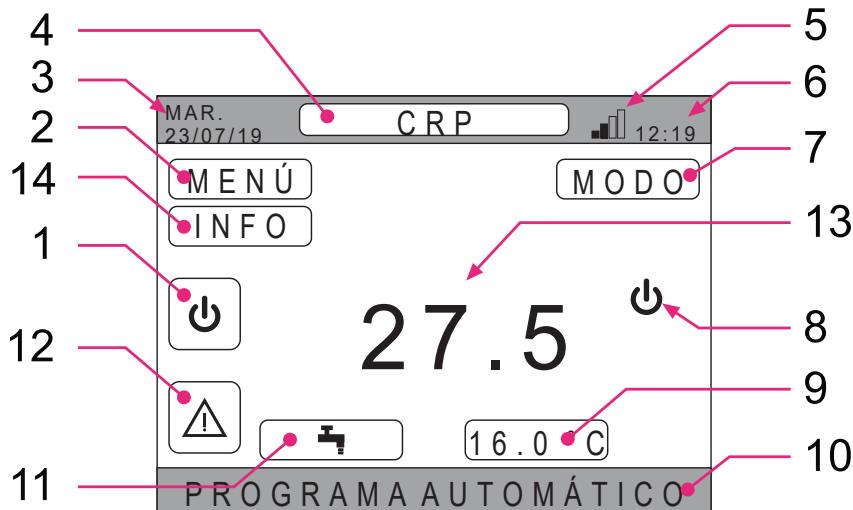

fig. 21 - Pantalla principal
Pulsando la tecla ✓ en el área activa “Sistema” (ref. 1 - fig. 21), se accede al menú desde el cual se puede modificar el estado de funcionamiento del sistema y activar o desactivar la función “Producción de agua caliente sanitaria” (menú ACS).
Pulsando la tecla ✓ en el área activa “MENÚ” (ref. 2 - fig. 21), es posible visualizar información del sistema y modificar algunos ajustes.
Pulsando varias veces la tecla ✓ en el área activa “Zona seleccionada/Cambio de zona” (ref. 4 - fig. 21), es posible desplazarse hasta la zona que se desea monitorizar o cuyos ajustes se desean modificar. El paso de una zona a otra se produce de forma cíclica entre todas las zonas configuradas.
Pulsando la tecla ✓ en el área activa “Consigna ambiente” (ref. 9 - fig. 21), es posible modificar el valor de consigna de la temperatura ambiente de la zona seleccionada.
Pulsando la tecla ✓ en el área activa “Consigna sanitaria” (ref. 11 - fig. 21), es posible acceder a la página de modificación del valor de consigna del agua caliente sanitaria.